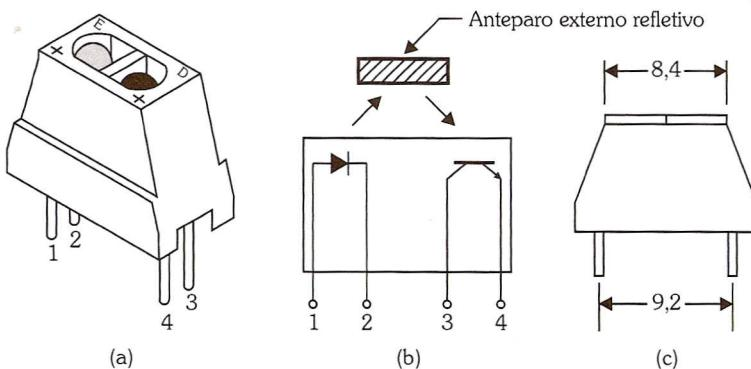
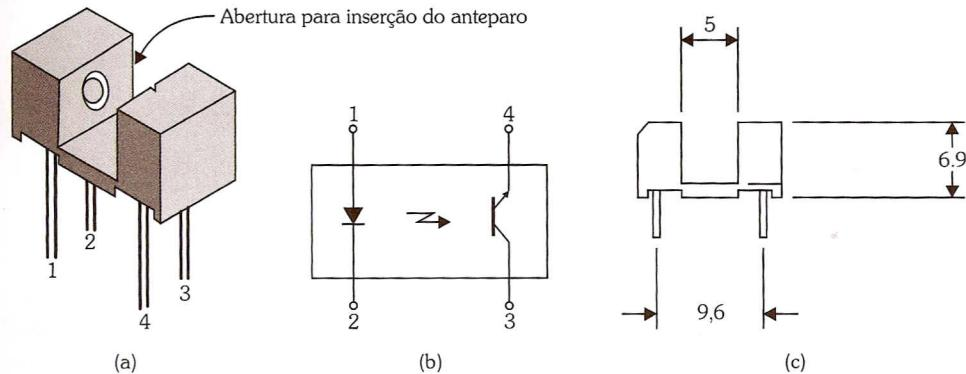

Figura 5.18: Refletor óptico (a) aspecto físico, (b) esquemático, (c) dimensões (mm).
Figura 5.19: Interruptor óptico (a) aspecto físico, (b) esquemático, (c) dimensões (mm).
São basicamente um emissor e um receptor em um mesmo módulo, mas com abertura que permite a colocação de um anteparo para cortar o feixe, no caso do interruptor, ou de um anteparo para refletir o feixe, no caso do módulo refletor. A Figura 5.18 apresenta o refletor óptico e a Figura 5.19, o interruptor óptico.
A Figura 5.19 mostra um interruptor óptico.
1. A forma de onda a seguir foi obtida na saída (coletor do fototransistor) do interruptor óptico da Figura 5.18. Qual o número de rotações por minuto do eixo?